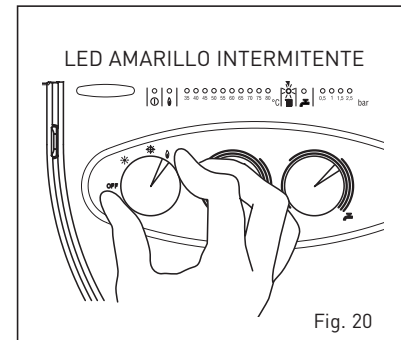

Fig. 20
4.7.2 Función deshollinador (fig. 20)